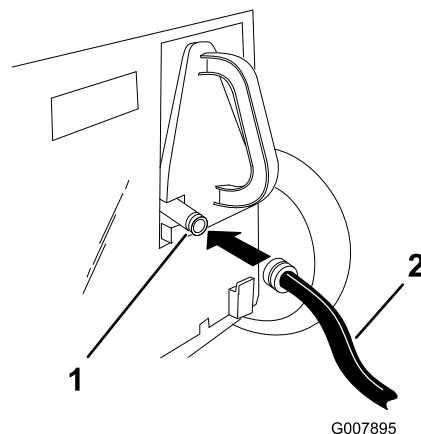

Figure 21
3. Soulevez le volet arrière et branchez le raccord au raccord de lavage de l'obturateur de recyclage (Figure 21).